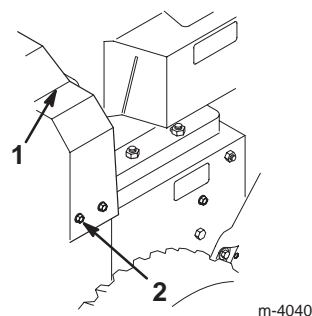

Figure 23
3. Retirez les 3 boulons de fixation du couvercle de courroie et mettez ce dernier de côté (Fig. 23).